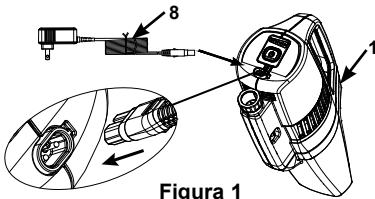

Figura 1
1. Enchufe el cargador en la toma de corriente y el otro extremo en el receptáculo de carga de la carcasa de la aspiradora (1). Véase Figura 1. El piloto indicador se iluminará.